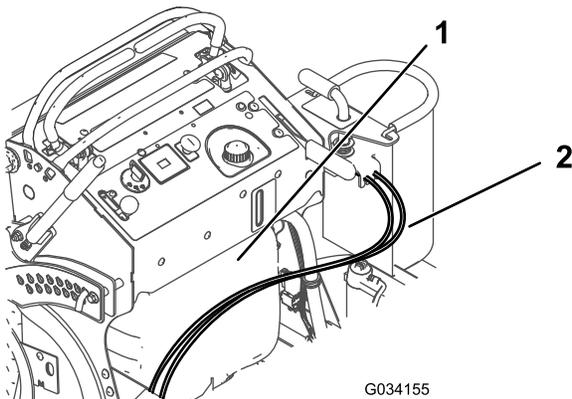

Figura 5
1. Enrute los cables a través de la máquina, en frente del depósito de combustible (Figura 5).